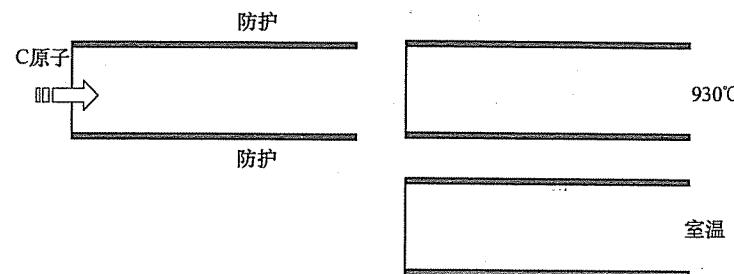

图 17-1 第三题第 1 小题图
- (1) 请分析 2.0wt% C 合金平衡状态下的结晶过程, 并说明室温下的相组成和组织组成。
- (2) 请分析 2.0wt% C 合金在较快冷却, 即不平衡状态下, 可能发生的结晶过程, 并说明室温下组织会发生什么变化。
- (3) 假设将一无限长纯铁棒置于 930℃渗碳气氛下长期保温, 碳原子仅由棒顶端渗入 (如图 17-1 所示), 试分析并标出 930℃ 和缓冷至室温时的组织分布情